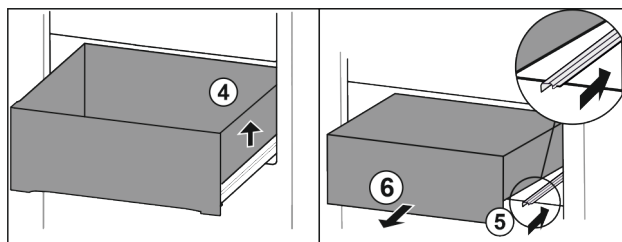

Fig. 107
- Dvignite predal desno. Fig. 107 (4)
- Vstavite desno vodilo. Fig. 107 (5)
- Predal vzemite ven v smeri naprej. Fig. 107 (6)